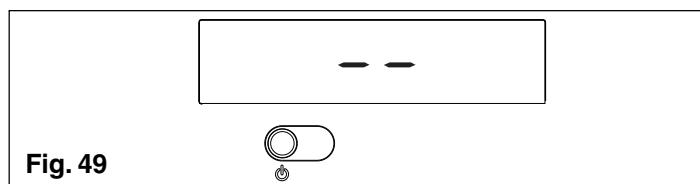

Fig. 49
**⚠** La chaudière se rallume dans l'état dans lequel se trouvait avant d'être éteinte: si la chaudière se trouvait en mode hiver lorsqu'elle a été éteinte, elle se rallume en mode hiver; si elle se trouvait dans l'état OFF, l'afficheur montre deux segments en son centre (fig. 49). Appuyez sur la touche pour activer le fonctionnement.
En cas de courtes absences, appuyez sur la touche ⏹ pour éteindre la chaudière. Dans la zone centrale de l'afficheur apparaissent deux segments (fig. 49). De la sorte l'alimentation électrique et l'alimentation en combustible sont actives mais la chaudière est protégée par les systèmes:
En cas d'absence prolongée, appuyez sur la touche ⏹ pour éteindre la chaudière (fig. 49). Dans la zone centrale de l'afficheur apparaissent deux segments. Placez l'interrupteur général de l'installation sur "éteint". Fermez le robinet de gaz placé sous la chaudière en faisant pivoter la poignée en sens horaire (fig. 59).